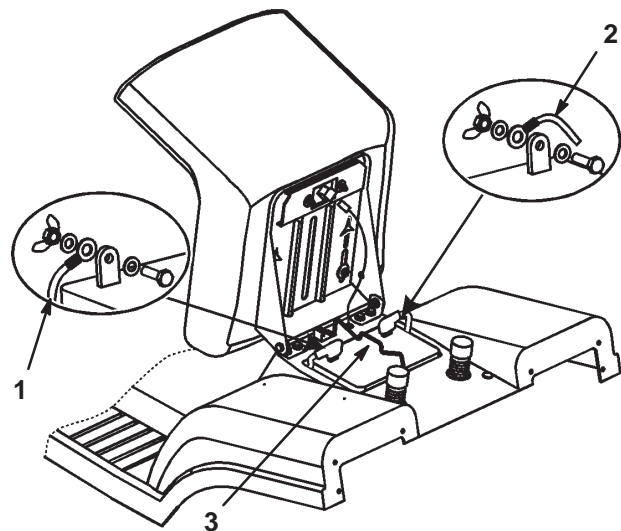

Bild 24
7. Klemmen Sie das Minuskabel (schwarz) vom Batteriepol ab (Bild 24).
9. Klemmen Sie das (rote) Pluskabel vom Batteriepol ab (Bild 24).
10. Entfernen Sie die Batteriebefestigungsstange (Bild 24).
1. Setzen Sie die Batterie in das Chassis ein. Die Batteriepole sollten zur Vorderseite des Traktors zeigen (Bild 24).
2. Befestigen Sie die Batterie mit den Klemmstangen am Chassis (Bild 24).
3. Schließen Sie das Pluskabel (rot) mit der Schraube und der Flügelmutter am (+) Pluspol an (Bild 24). Schieben Sie die Gummiabdeckung über den Batteriepol.
4. Schließen Sie das (schwarze) Minuskabel mit der Schraube und Flügelmutter am (–) Minuspol an (Bild 24). Schieben Sie die Gummiabdeckung über den Batteriepol.